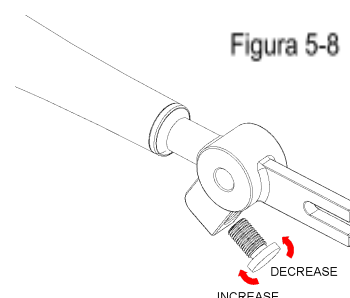

Figura 5-8
7. Ajuste la velocidad de salida del helado. La manija de descarga puede ajustarse para proporcionar un flujo de producto de 140 a 200 g cada 10 segundos. Para aumentar el flujo, gire el tornillo en sentido horario. Gire el tornillo en sentido antihorario para disminuir el flujo (Figura 5-8).